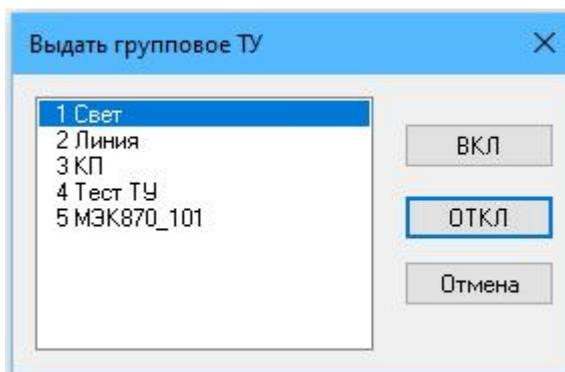

Рисунок 125 – Окно «Выдать групповое ТУ»
– в появившемся окне «Выдать групповое ТУ» (рисунок 125) выбрать нужную группу и команду для исполнения («ВКЛ» или «ОТКЛ»);